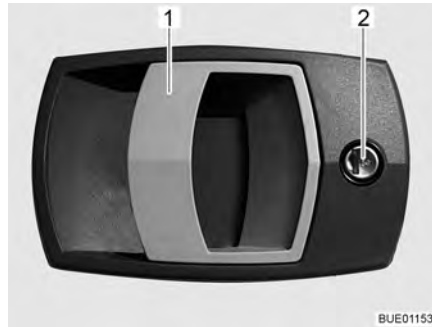

Fig. 38 Serrure de la porte cellule, à l'extérieur
- Insérer la clé dans le barillet (Fig. 38,2) et la tourner jusqu'à ce que la serrure de la porte soit déverrouillée.
- Tirer sur la poignée de la porte (Fig. 38,1). La porte est ouverte.
- Insérer la clé dans le barillet (Fig. 38,2) et la tourner jusqu'à ce que la serrure de la porte soit verrouillée.